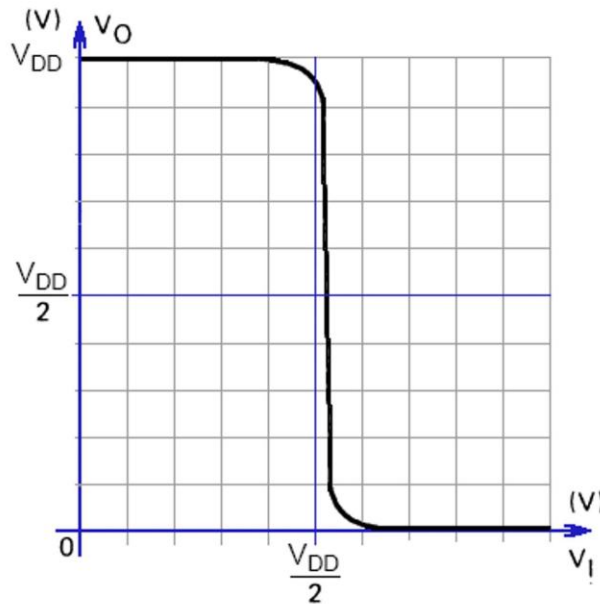

Figura 13 - Hex Inverter 4069: Caratteristica di trasferimento
- gli intervalli di tensione attesi su ogni ingresso hanno la stessa estensione per entrambi i livelli: quello basso, V_{IL} , va da 0V a $1/5 \cdot V_{DD}$ e quello alto, V_{IH} , va da $4/5 \cdot V_{DD}$ a V_{DD} ; nella zona di tensioni intermedie, maggiori di $1/5 \cdot V_{DD}$ e minori di $4/5 \cdot V_{DD}$, viene prodotta una repentina commutazione dell'uscita, come si può vedere dalla *transcaratteristica* (*transfer characteristics*, Figura 13).